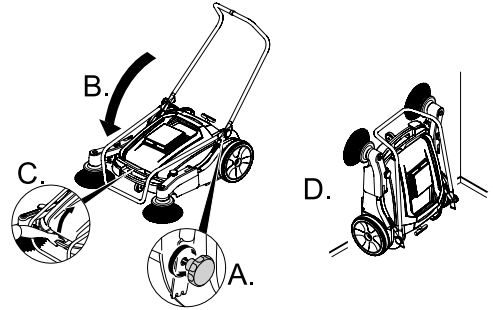

Fig. 8 – Doblando la barra y almacenaje en la vertical
- g. Para economizar espacio, la barredora puede ser almacenada con la barra doblada y en la posición vertical. Suelte el manilla (9) y mueva la barra (11) para adelante, dejándola apoyada en el marco (7). En seguida, apriete las manillas (9) y coloque la barredora en la posición vertical, conforme Fig. 8.